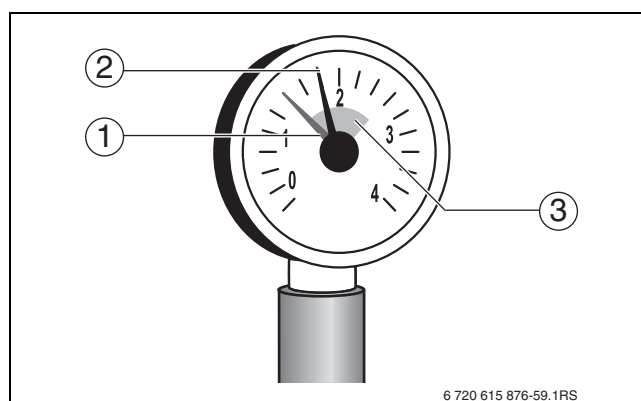

Fig. 5 Manometer voor gesloten installaties
- ▶ Wanneer de werkdruk door het ontluchten daalt (zie instelling rode wijzer op manometer → afb. 5, pagina 14), moet water worden bijgevuld.